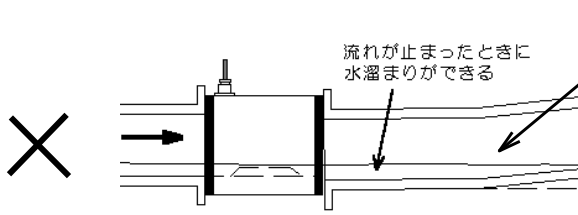

図16. 下流に逆勾配がある場合
- (c) 下流配管部に下流側から流体が流れ込む場合。(逆勾配の場合) 図 16.